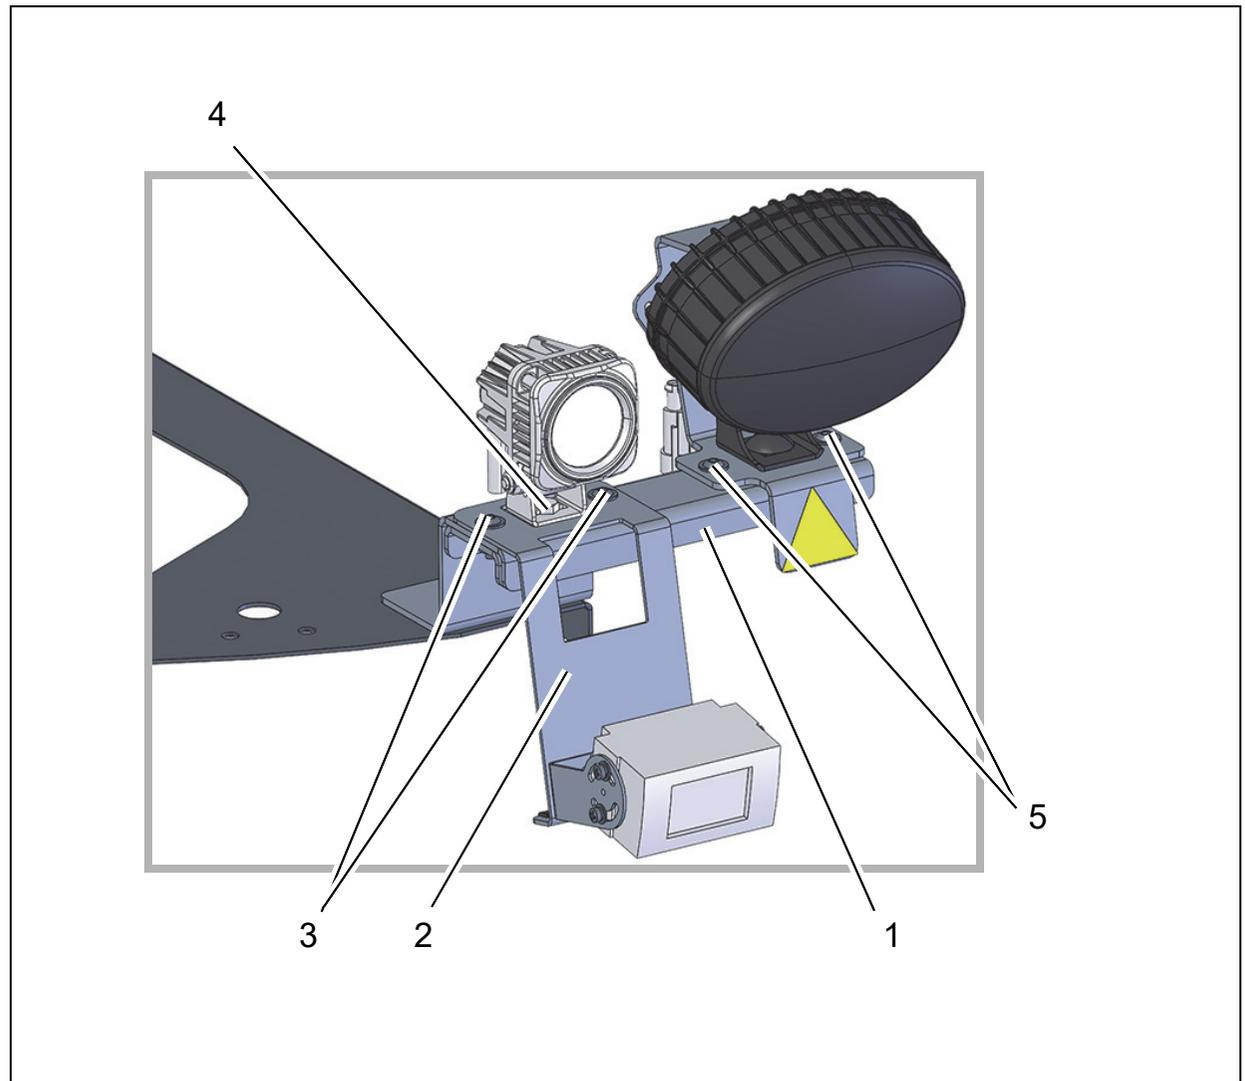

Abb. 6
1. Optionsbrücke (Abb. 6/1) unter den Optionshalter schieben, Halter mit Rückfahrkamera (Abb. 6/2) oben aufsetzen und mit zwei Linsenflanschschrauben M6x16 (Abb. 6/3) zusammen befestigen.
2. Arbeitsscheinwerfer mit Normteilen oberhalb der Rückfahrkamera befestigen (Abb. 6/4).
3. Blue Spot mit zwei Linsenflanschschrauben M6x16 (Abb. 6/5) auf der Optionsbrücke befestigen.